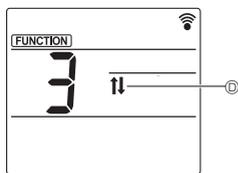

Fig. 5-3
1. На экране настройки Function (Функция) нажмите кнопку ④ и выберите функцию № "3".
2. Нажмите кнопку ③.
- Значок подъема/опускания начнет мигать. (Fig. 5-3)
3. Нажмите кнопку ④ или ⑤.